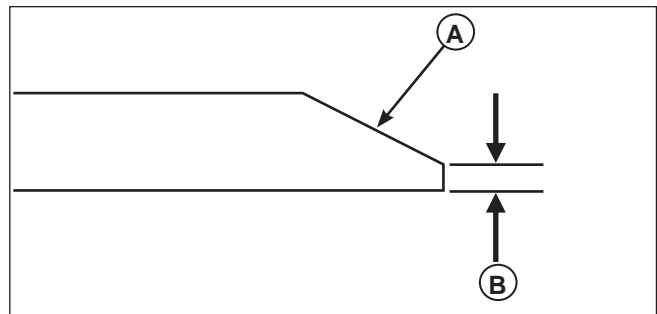

Figura 15. Afilamiento de las cuchillas del cortacésped
3. Mantenga el bisel original (A, Figura 15) al afilar. NO cambie el bisel de las cuchillas del cortacésped.
4. Las cuchillas del cortacésped deben tener un borde de corte máximo de 1/64" (0.40 mm) (B) o menos.